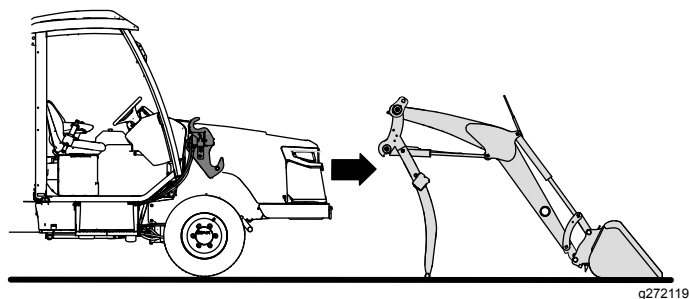

図 50
- エンジンを始動して、ゆっくりとローダアームに接近する 図 50。